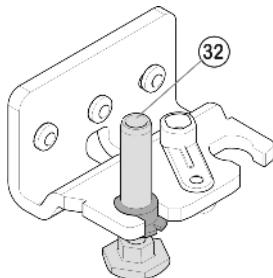

Fig. 8
- Снова слегка наклоните устройство назад и снова установите опорный палец Fig. 8 (32). Зазубрина должна быть расположена спереди.